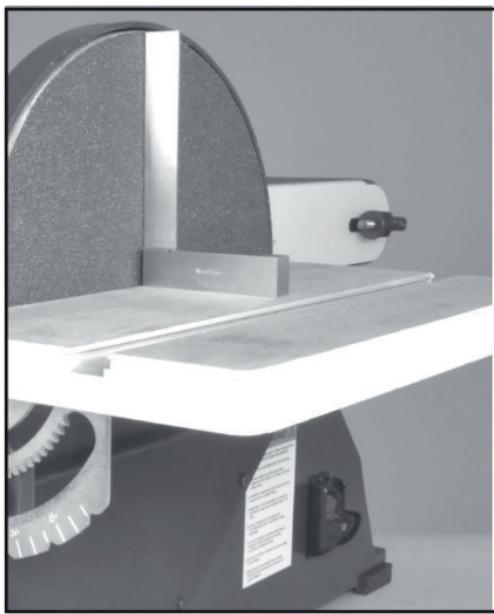

Рис. 11.
1. Чтобы проверить правильность установки дискового шлифовального стола под углом 90°, положите на стол угольник или другое измерительное устройство так, чтобы другой конец был прижат к шлифовальному диску (рис. 11).